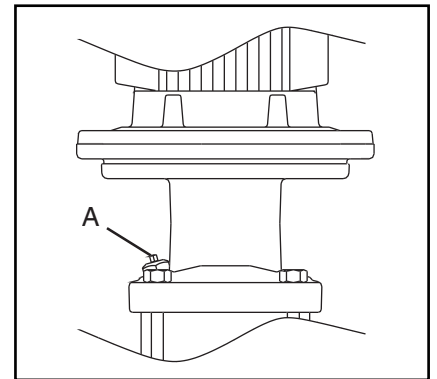

Fig. 10
3. Afloje el sensor térmico (A, fig. 10) dando una o dos vueltas hasta que salgan el aire y el agua.